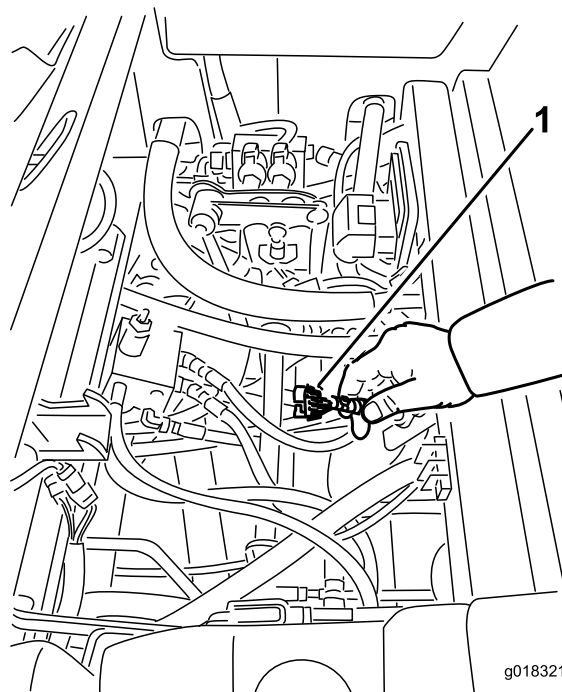

Рисунок 18
3. Найдите жгут проводов и разъемы рядом с регулятором (Рисунок 18).